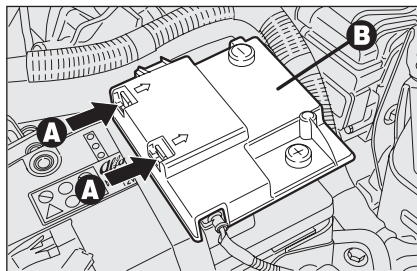

fig. 62
- ☐ suelte los ganchos de sujeción **A-fig. 62** y quite la tapa de protección **B**;